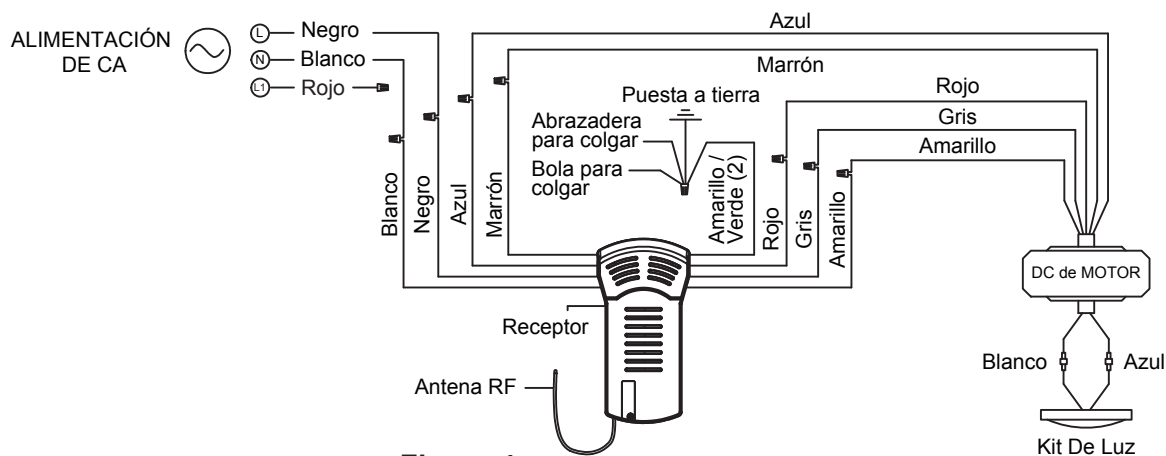

Figura 4
- ☐ 4. Levante cuidadosamente el ventilador y coloque el ensamble de la bola para colgar/varilla en la abrazadera para colgar que acaba de fijar a la caja de salida. Asegúrese de que la ranura de la bola esté alineada con la lengüeta de la abrazadera para colgar. (Figura 4)
- ☐ 5. Fije el cable de seguridad al cable de soporte para techo. Deslice la abrazadera de cables por el cable de seguridad (del ventilador). Pase el extremo del cable a través del aro que forma el cable de soporte para techo. Tire lo más posible del cable a través del aro. Inserte el extremo del cable en el orificio de la abrazadera y ajuste firmemente el tornillo. (Figura 4)
3. Realice las conexiones de cables al bloque del terminal como se muestra en la Figura 4.